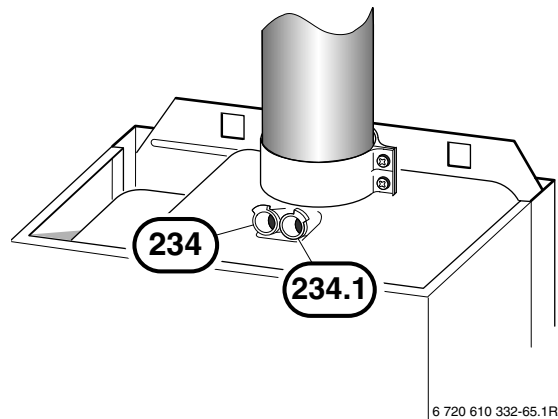

Рисунок 57
- ▶ Вынуть затычку из патрубка точки замера необходимого для горения воздуха (234.1, рис. 57).
- ▶ Вынуть затычку из патрубка точки замера дымовых газов (234, рис. 57).